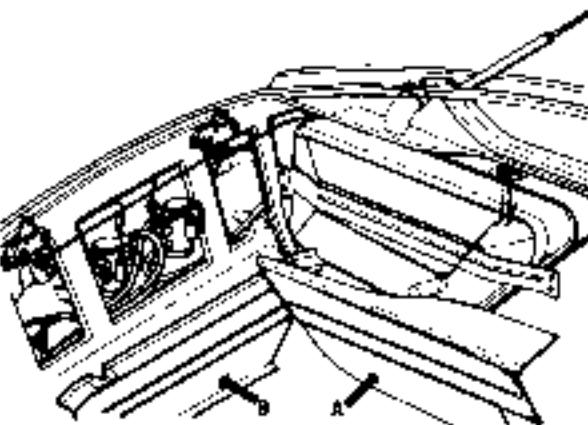
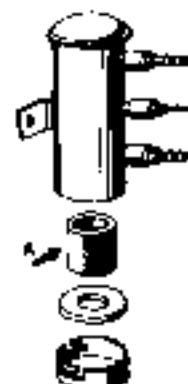

Fig. 35
Fig. 36
- 2 litres de moins que les tasses inférieures des réservoirs. Pour y accéder, démontez les panneaux d'imparscalateur (Fig. 35 A) et en dévasez le bouchon (Fig. 47, dessin bas).
- 2 litres sur les pompes essence, retirez donc le couvercle. Pour accéder aux pompes on démonte le couvercle, tournez le vis de cléserme certains viti (Fig. 35 B). Pour accéder aux filtres (Fig. 36 A) en enlevant les couvercles, démontez les pompes.